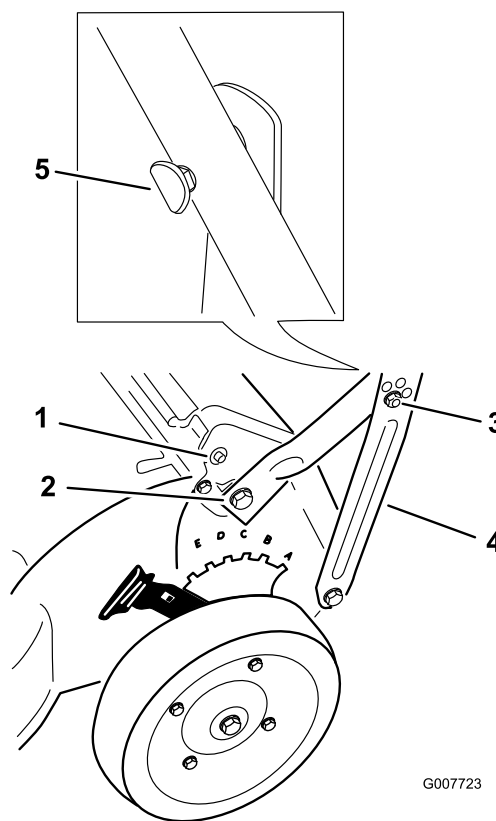

Figura 3
2. Sujete el manillar a la carcasa del cortacésped con tornillos autorroscantes de cabeza hexagonal, 2 arandelas y 2 espaciadores (Figura 3), **pero sin apretar los tornillos autorroscantes de cabeza hexagonal.**
- Monte los soportes del manillar en la sección inferior del manillar con 2 pernos de cabeza ovalada y sujételos con la presión de los dedos solamente usando 2 contratuercas (Figura 3).
- Alinee las cabezas ovaladas de los pernos con el manillar según se indica en Figura 3; luego sujete el manillar como se indica a continuación:
- Si los taladros del manillar son redondos, alinee las cabezas ovaladas de los pernos con el manillar según se indica en Figura 3; luego, sujetando las cabezas en esa posición, apriete cada tuerca con una llave inglesa para introducir el cuello cuadrado en el manillar, hasta que las cabezas de los pernos queden apretadas contra el manillar.
- Si los taladros del manillar son cuadrados, alinee las cabezas ovaladas de los pernos con el manillar según se indica en Figura 3, inserte el cuello cuadrado en el manillar de manera que las cabezas de los pernos queden apretadas contra el manillar, y apriete las contratuercas (Figura 3).
Nota: Sujete los cables lo más bajo posible en el manillar para evitar que se enganchen en el tapón de extremo de la varilla de la puerta trasera e interfieran con el sistema de autopulsión (Figura 3).